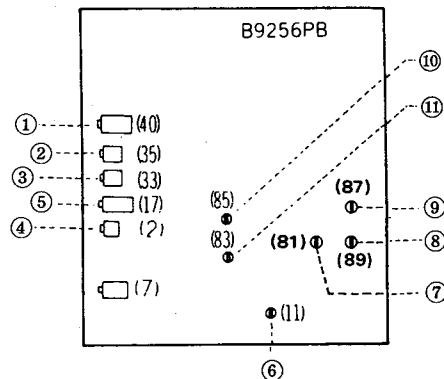

図11 調整抵抗の位置
- ケース下部の4個のネジをはずし、ケースの上半分を取りはずしてください。調整抵抗は図11に示しました。